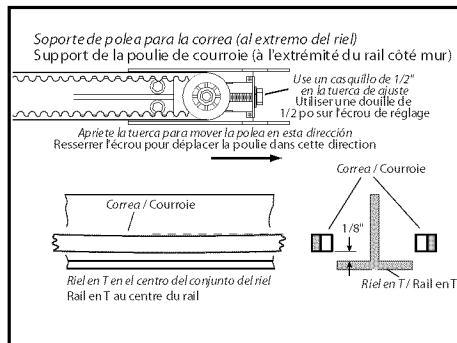

FIG. 1-7 Ajuste de la Correa.
2. Apriete la correa girando la tuerca de ajuste hacia la derecha. La tuerca de ajuste de la correa está localizada al lado opuesto de la caja de motor en el otro extremo del riel (Fig. 1-7).
3. Apriete la correa hasta que esta esté a aproximadamente a 1/8 in (0,32 cm) arriba de la base del riel y en un punto medio del mismo (Fig. 1-7).
2. Tendez la courroie en tournant l'écrou de réglage vers la droite. L'écrou de réglage de la courroie se situe à l'opposé de l'ensemble moteur, à l'autre extrémité du rail (Fig. 1-7).
3. Resserer la chaîne jusqu'à ce que la chaîne soit 1/8 po au-dessus de la base du rail au milieu du rail (Fig. 1-7).